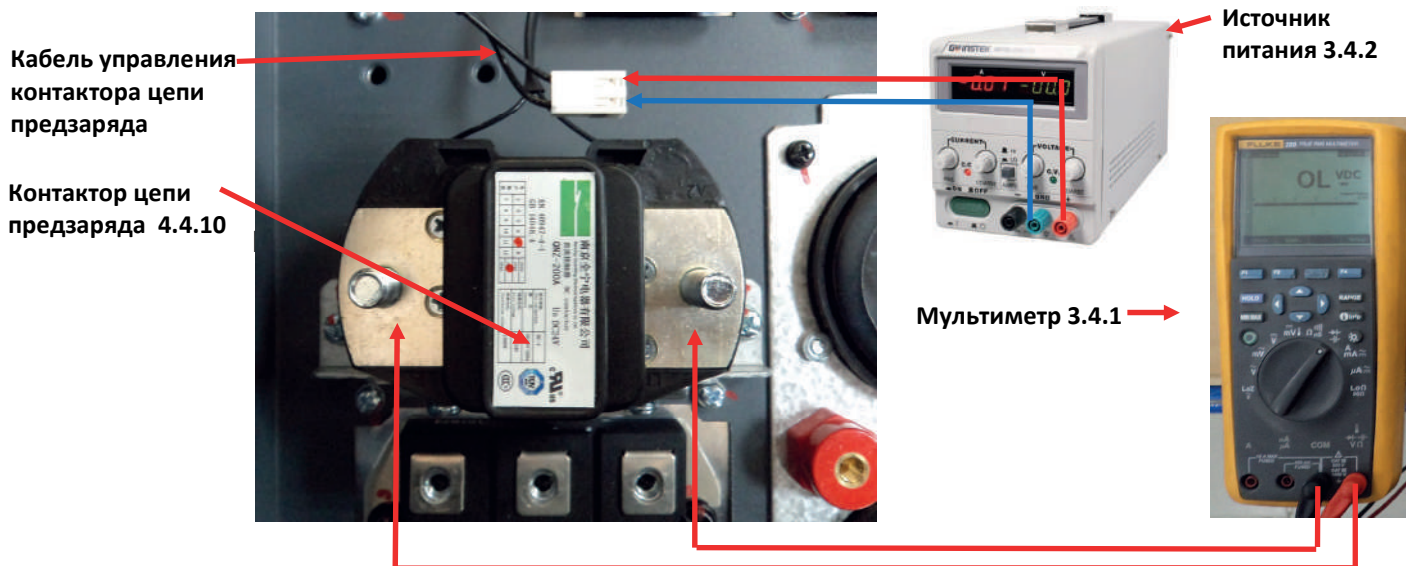

Рис.4.25
- 4.12.7. Присоединить к разъёму кабеля питания контактора цепи предзаряда (4.4.10) провода от источника питания 3.4.2 (рис.4.25).
- 4.12.8. Присоединить к силовым клеммам контактора 4.4.10 щупы мультиметра 3.4.1, как показано на рис.4.25. На мультиметре установить режим «прозвонка».